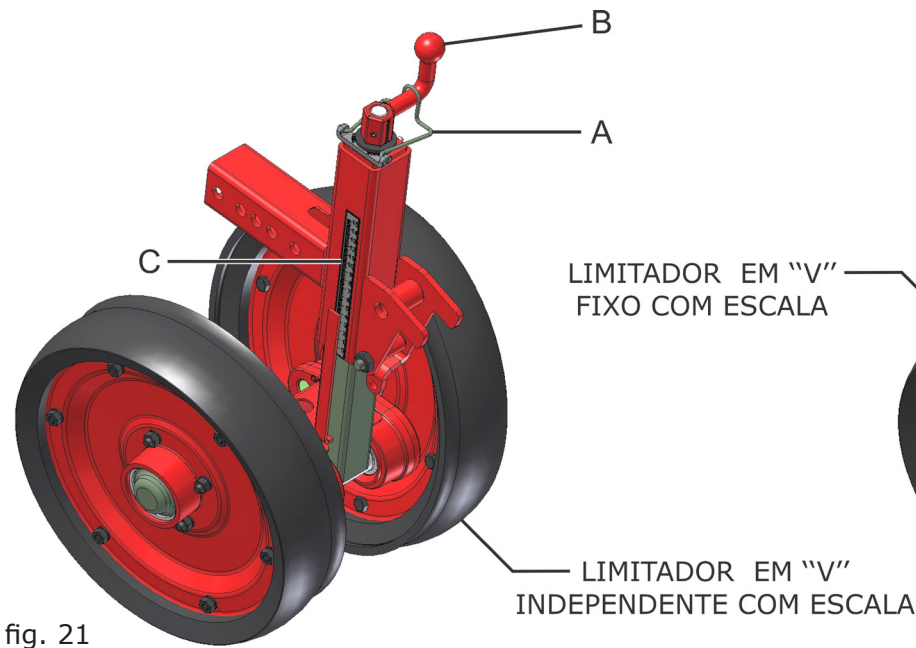

fig. 21
- 2- Solte a mola trava (A) (fig. 21 e 22) e gire o manípulo (B) até a altura desejada na escala indicadora (C). Observe para que em todas as linhas de plantio o indicador da escala esteja na mesma posição;
- 3- Trave novamente o manípulo com a mola trava (A). Para sua orientação, os limites de profundidade em relação aos discos duplos são de 0,5 cm (mínimo) á 14 cm (máximo).